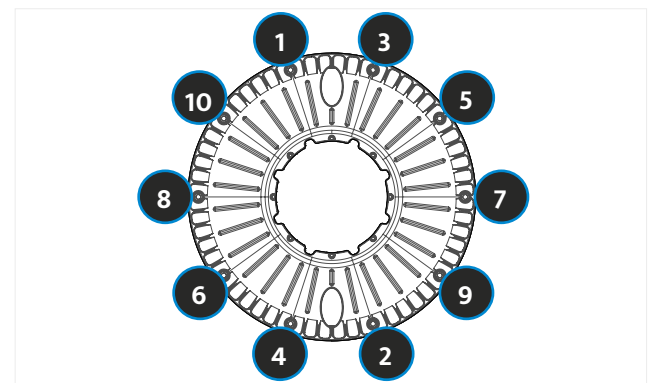

BILD 61 REIHENFOLGE: RICHTIGE ABFOLGE ZUM SCHRAUBEN
- Die Felgenhälften wieder mit den Felgenschrauben (M6 Flachkopfschrauben) und den Felgenschraubenhülsen (M6 Flachkopfhülsen) am äußeren Lochkreis mit 2 x Innensechskantschlüsseln (4 mm) mit dem richtigen Anziehdrehmoment in richtiger Reihenfolge (Siehe Bild 61) aneinander festschrauben.